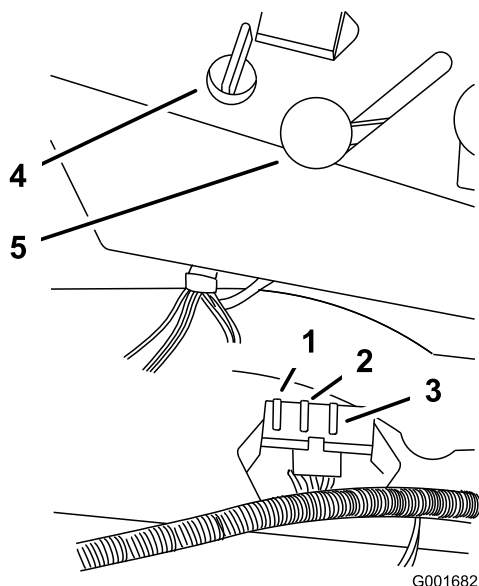

Figure 42
- Soulevez le siège pour accéder au porte-fusibles (Figure 42).
- Remplacez le fusible (Figure 42).